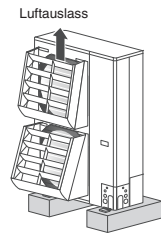

Abb. 2-6
- der Luftauslass in Richtung eines Gehwegs weist, und abgeführte Luft eine Belästigung für Passanten darstellt. Siehe Abb. 2-6.